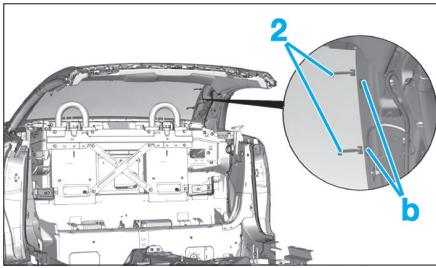

FIG. 46
- Déconnecter les connecteurs des cosses du dégivrage (2) en "b" (Fig.46).